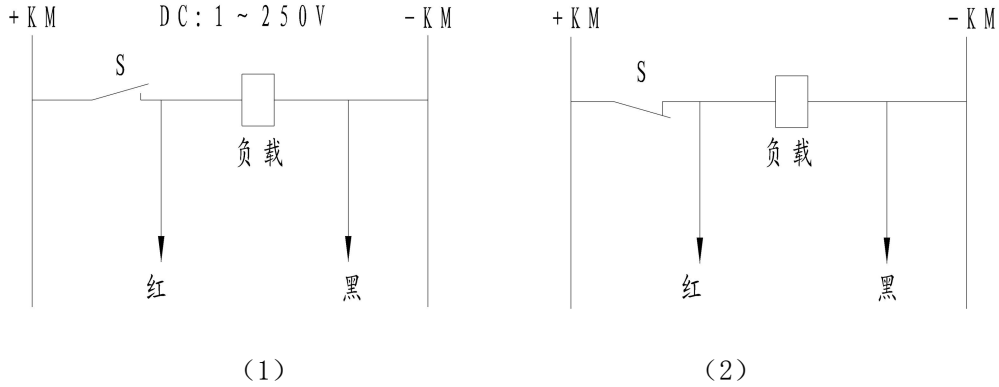

图 3.2-2
b. 电压信号输入时,应将信号负极接至秒表黑色输入端子,红色端子接信号正极,如图 3.2-2 中的(1)~(2)接法。此时信号选择开关应置于电压位置。电压输入信号的灵敏度为 1V。